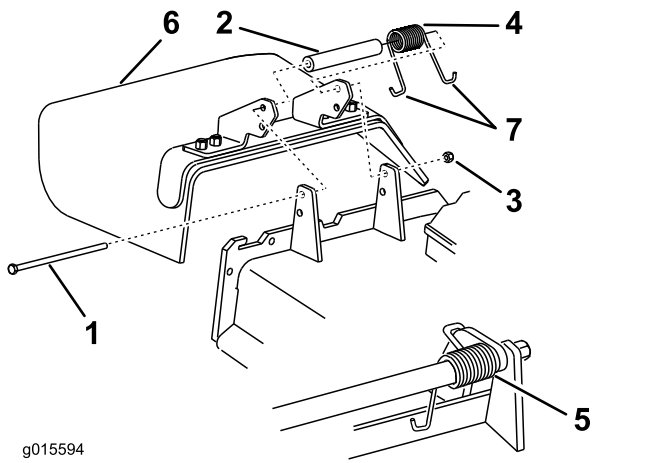

Figure 99
1. Retirez le contre-écrou, le boulon, le ressort et l'entretoise qui fixent le déflecteur aux supports de pivot (Figure 99).
2. Enlevez le déflecteur s'il est endommagé ou usé (Figure 99).
Remarque: Prenez soin de placer 1 extrémité en **J** du ressort derrière le bord du tablier avant de mettre le boulon en place, comme montré à la Figure 99.
6. Accrochez l'extrémité en **J** du ressort au déflecteur d'herbe (Figure 99).